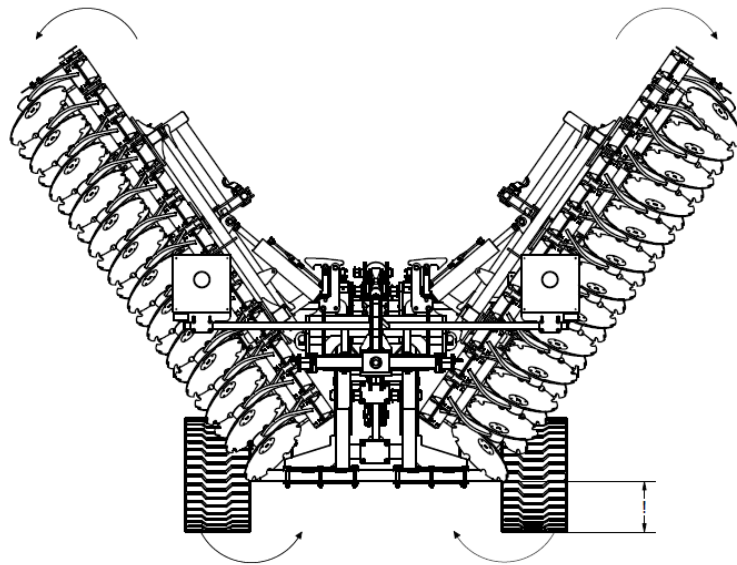

Fig. 8 Étapes du dépliage de la machine : la machine s'ouvre, les extrémités des bras latéraux sont à une hauteur convenable.
4. Lors de l'ouverture des bras d'aile de la machine, assurez-vous que les extrémités des bras sont à une hauteur suffisante pour éviter qu'ils ne s'accrochent au sol (Fig. 8).